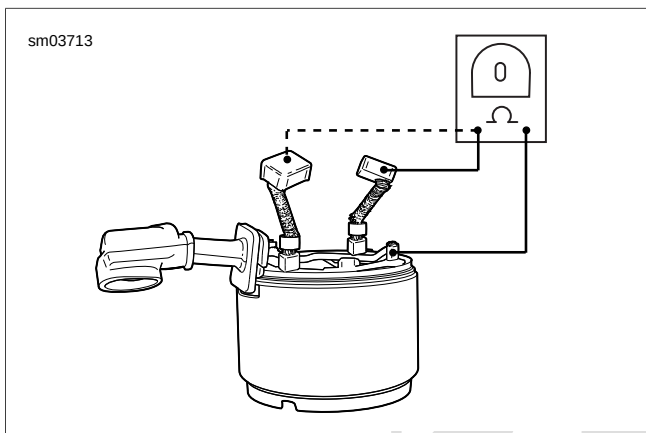

Figura 1-16. Prueba de la apertura de la bobina de campo
4. Vea Figura 1-16. Compruebe si el devanado de la bobina de campo está abierto con un ohmímetro o probador de continuidad.